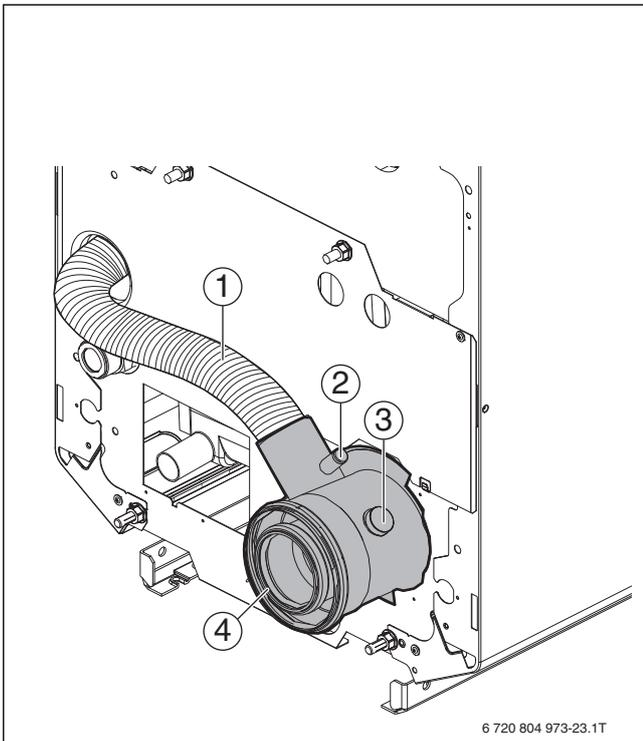

Bild 24 Luft-Abgas-Stutzen
Die Messungen erfolgen grundsätzlich im Luft-Abgas-Anschlussstutzen (erforderliches Zubehör; →Bild 24, [4]) oder im Abgas-Anschlussstutzen (erforderliches Zubehör bei separater Luftführung beziehungsweise bei 60 kW).
Abgasmessung: →Bild 24, [3].
Zuluftmessung bei raumluftunabhängigem Betrieb: →Bild 24, [2].
- ▶ Messfühler durch die Messöffnung im Abgas-Anschlussstutzen (→ Bild 24, [3]) bis in den Kernstrom (Mitte Abgasrohr) des Abgases eintauchen (höchste Abgastemperatur).